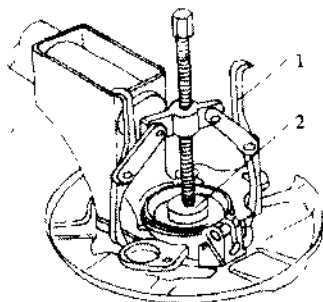

图 7.45 拆卸带齿圈的前轮毂
- ① 顶起前轮使之离地, 拆下前轮及前轮制动器。
- ② 如图 7.45 所示, 拆卸带齿圈的前轮毂时, 首先用 200mm 拉器 1 的两个活动臂, 钩住前轮轴承壳的两边 (要找好位置, 只有一个位置才能钩住)。在前轮毂要压出的一侧中心放一专用压块 2, 转动拉器上的螺栓使其顶住压块, 直到将带齿圈的前轮毂顶出。
- ③ 拆下齿圈固定螺栓, 分开齿圈和轮毂。